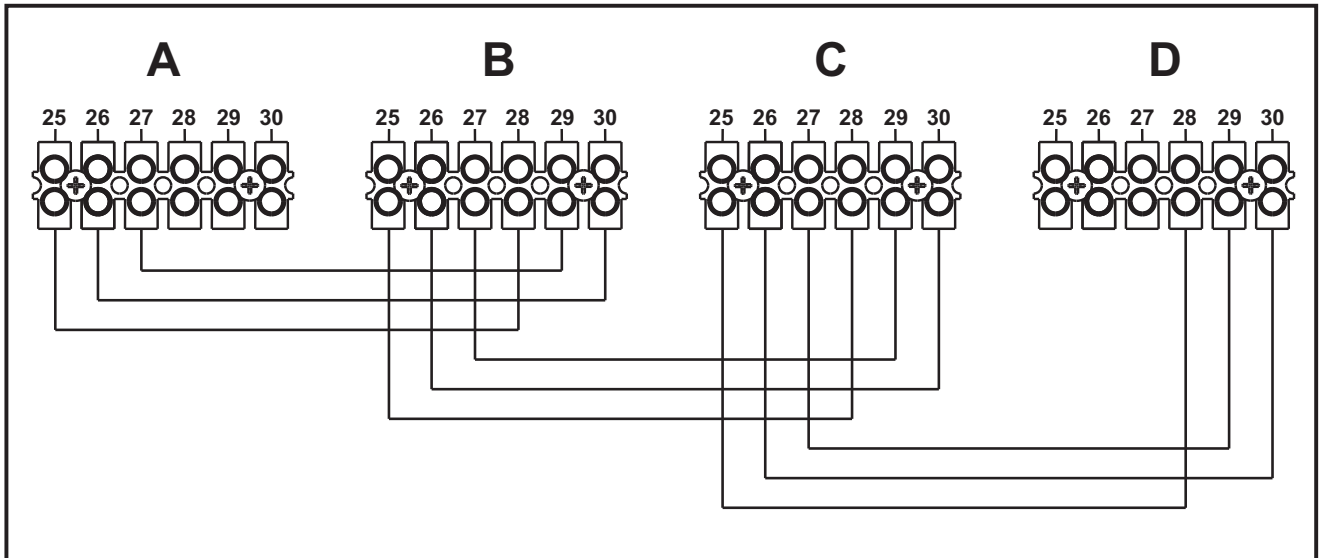

fig. 27 - Conexión en cascada
1. Conectar los módulos como se indica en fig. 27
Si el funcionamiento no es correcto, desconectar la alimentación eléctrica y controlar el cableado en fig. 27.